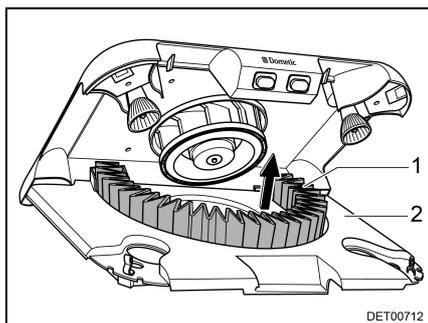

Fig. 98 Remplacer le filtre à charbon actif
- Retirer le filtre à charbon actif (Fig. 98, 1) de son support par le haut.
- Pivoter le support à filtre (Fig. 98, 2) vers le haut jusqu'à ce qu'il s'encastre.